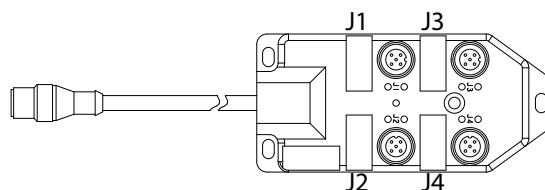

Рис. 19: Монтаж распределительного блока
1. Установите штуцер распределителя (входящий в комплект распределительного блока) в пустое отверстие на плате подачи жидкости. См. раздел Рис. 19 на стр. 29.